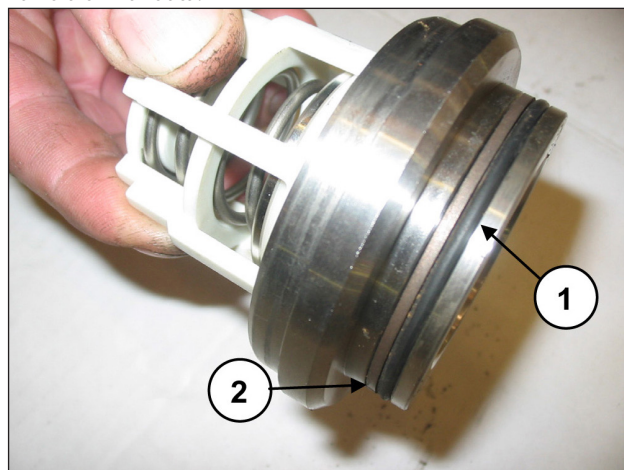

Fig. 96
Montare O-ring, pos. esploso n. 5 (pos. ①, Fig. 96) e anello antiestrusione, pos. esploso n. 15 (pos. ②, Fig. 96) sulla sede valvola di mandata.